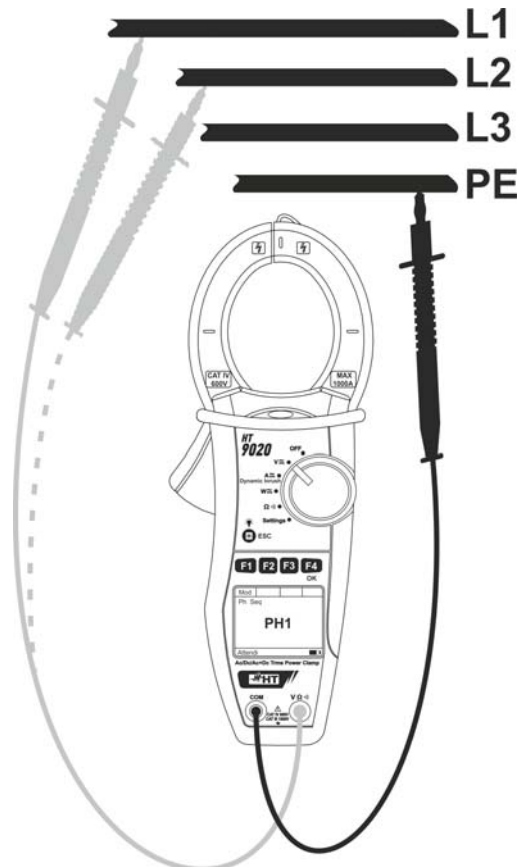

Fig. 7: Verificación del sentido cíclico de las fases
4. Inserte el cable rojo en el terminal de entrada **VΩ** y el cable negro en el terminal de entrada **COM** y posicione las puntas respectivamente sobre la fase L1 y sobre la conexión de tierra (PE) del circuito en examen (vea Fig. 7)
7. El instrumento muestra el mensaje “**PH2**” y espera la detección de la fase L2. Conecte la punta roja a la fase L2 (vea Fig. 7)